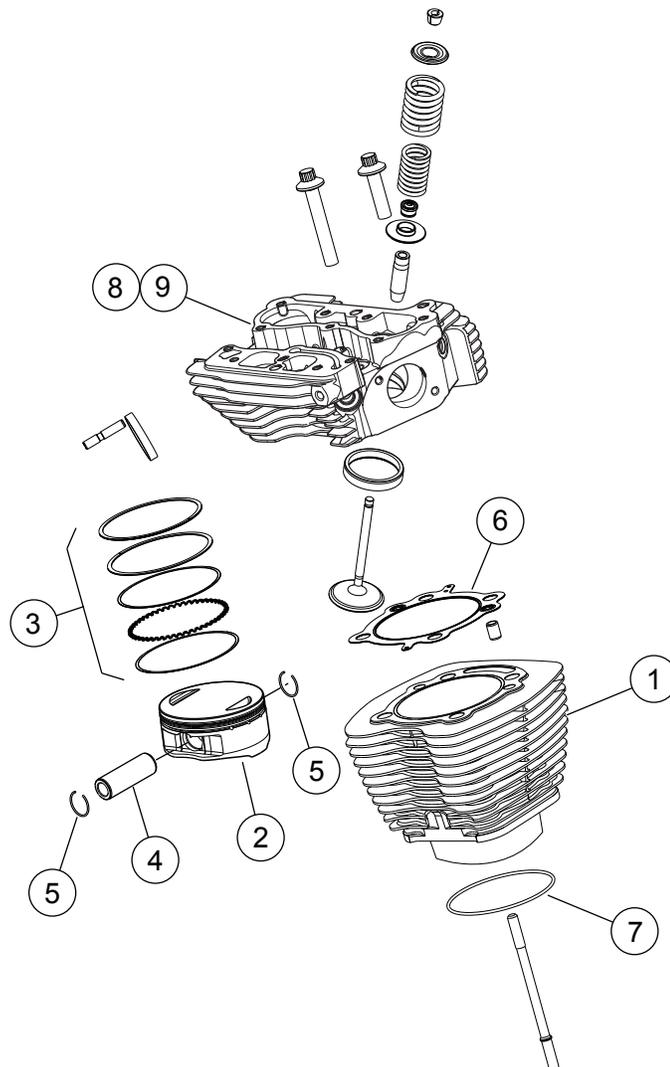
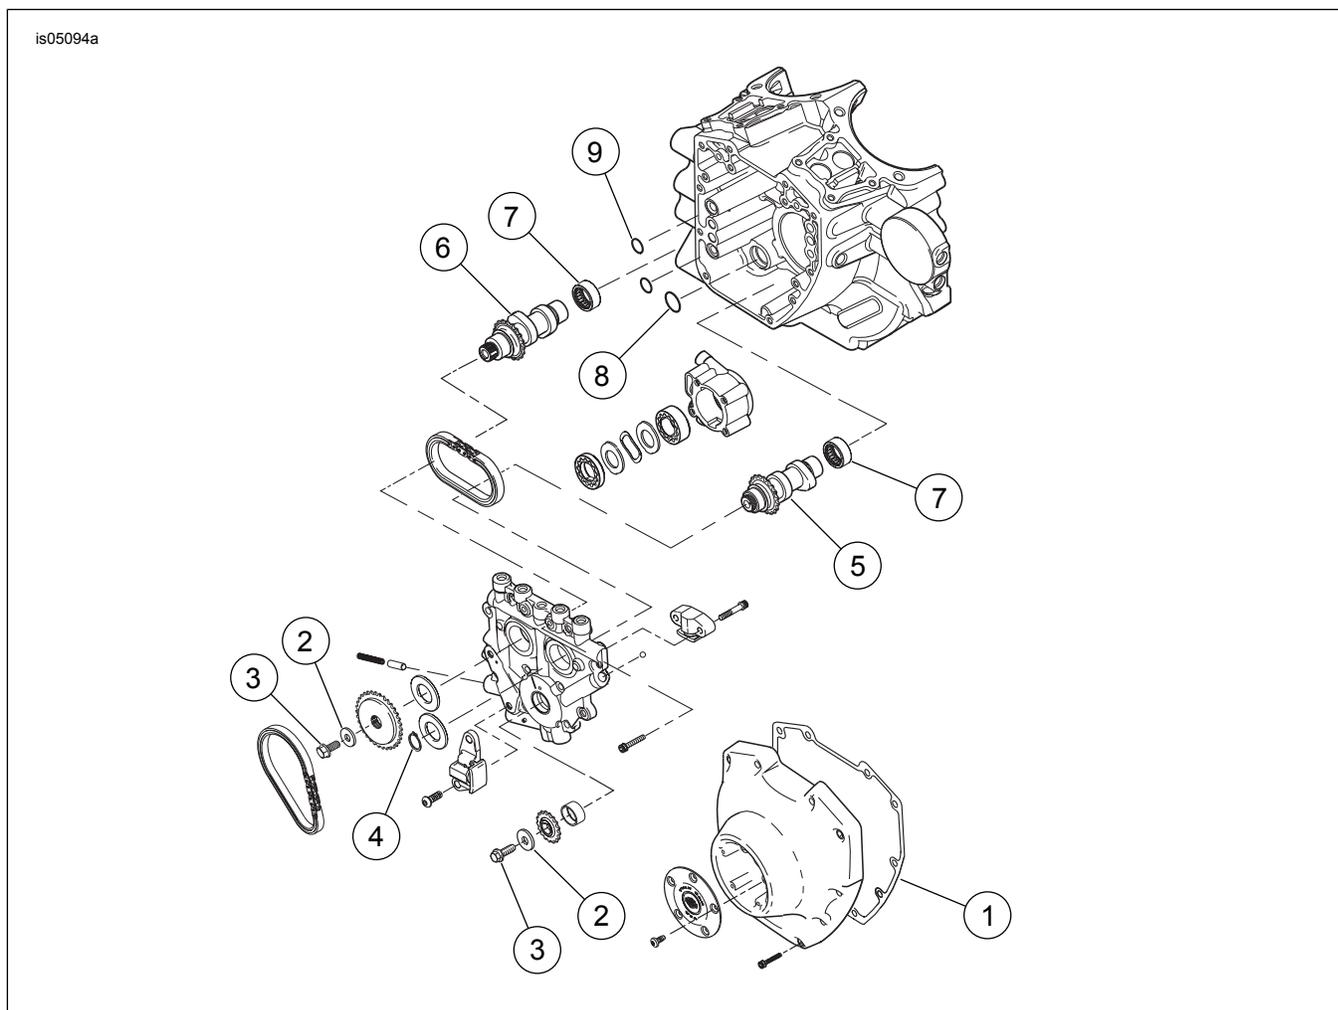

Figura 1. Peças de reposição: Kit Screamin' Eagle Pro TC 103 (1690 cc) Stage 4
Figura 3. Peças de reposição: Kit Screamin' Eagle Pro TC 103 (1690 cc) Stage 4
Veja Figura 1 e Figura 3, e Tabela 1 e Tabela 3.
1. Consulte Figura 3. Inspeção os rolamentos de agulha do comando de válvulas (7) e substitua se necessário.
2. Veja Figura 1 e Figura 3. Monte os excêntricos na placa do excêntrico, os cabeçotes dos cilindros e a parte superior do motor para competição usando as peças do kit. Transfira o ACR e os encaixes do líquido de refrigeração dos cabeçotes em estoque para os que estão no kit. Consulte as seções sobre MOTOR apropriadas do Manual de serviço.